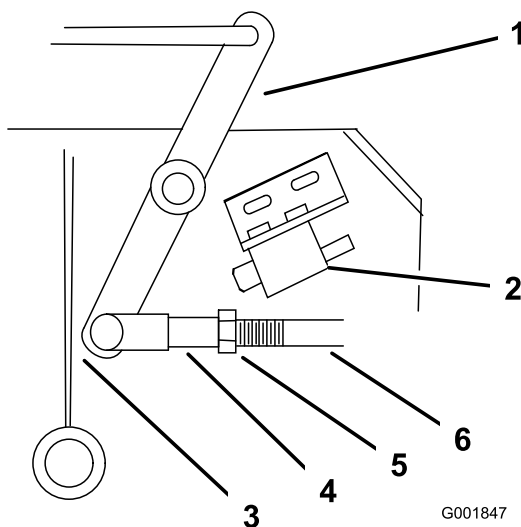

Figura 53
4. Ajuste la longitud del acoplamiento hasta que el extremo inferior de la palanca acodada casi roce el refuerzo del soporte del eje (Figura 53).
9. Afloje la tuerca de la horquilla (Figura 53).